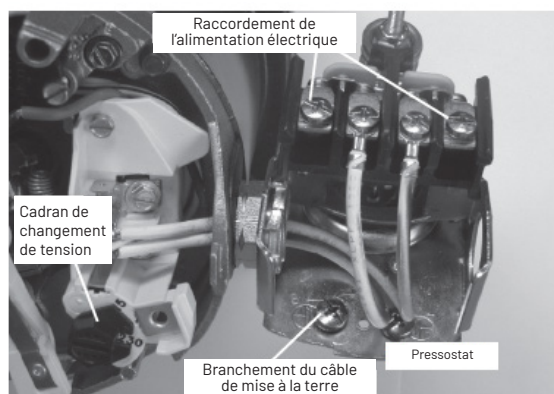

Figure 8 : Tension réglée à 230 V, type de cadran
3. Fixez les fils d'alimentation entrants aux deux vis extérieures du pressostat comme illustré à la figure 8.
4. Fixez le fil de terre à l'une des connexions de mise à la terre, comme illustré à la figure 8.